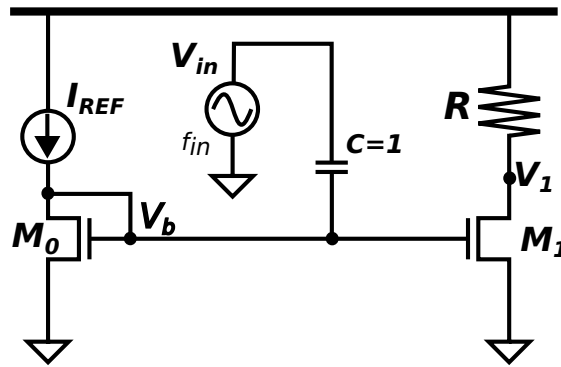

Figura 6:
5. Para el circuito de la figura 6, encontrar los valores de W_0 , W_1 y R_L para cumplir con: